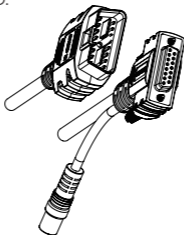

Figura 2.1.4
9. Cable de Diagnóstico con Conector Hembra DB15 y Puerto OBD-II de 16 pines. (Ver la Figura 2.1.4)